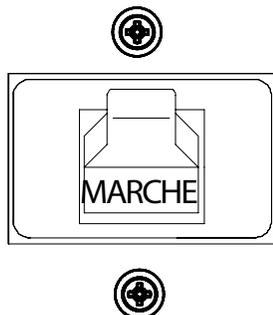

Figure 21. Disjoncteur principal (MARCHE)
8. Placer le disjoncteur principal (Figure 21) en position **MARCHE**.